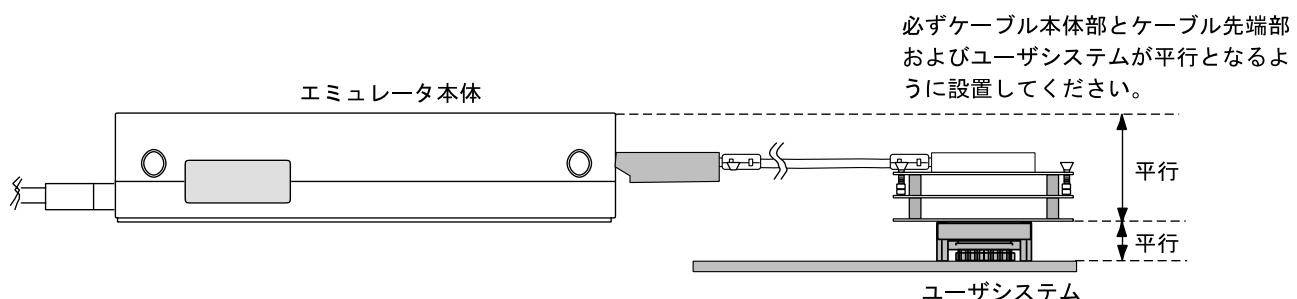

図11 設置例
- (1) ユーザシステムへの接続時には1ピン位置に十分注意して、誤接続は絶対にしないでください。
- (2) 本ユーザシステムインターフェースケーブルを使用する場合の推奨マウントパッド寸法は、MCU実装用マウントパッド寸法とは異なりますので注意してください。
- (3) 本ユーザシステムインターフェースケーブルは、HS2214EPI62Hエミュレータ専用ですので、他のエミュレータ本体には使用しないでください。
- (4) ケーブル本体部が断線する可能性がありますので、本ユーザシステムインターフェースケーブルの上に重いものや金属等の角の尖ったものを置かないでください。
- (5) ユーザシステムに接続した状態では、ユーザシステムインターフェースケーブル、特にケーブル先端部に無理な力が加わらないように注意する必要があります。図11の設置例を参照してご使用ください。